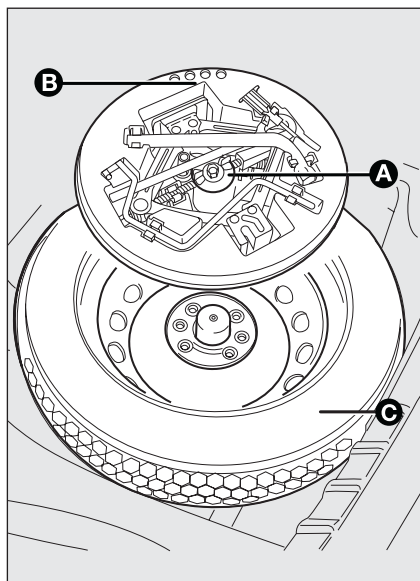

fig. 11
- ☐ afloje el dispositivo de bloqueo **A** fig. 11;
- ☐ coloque la rueda de repuesto **C-fig. 11** (más pequeña que una rueda normal) en el espacio específico del maletero;
- ☐ vuelva a colocar el gato parcialmente abierto en su contenedor **B-fig. 11** forzándolo ligeramente en su alojamiento para que no vibre durante la marcha;
- ☐ coloque el contenedor, con las herramientas, en la rueda de repuesto, apretando el dispositivo de bloqueo **A-fig. 11**;